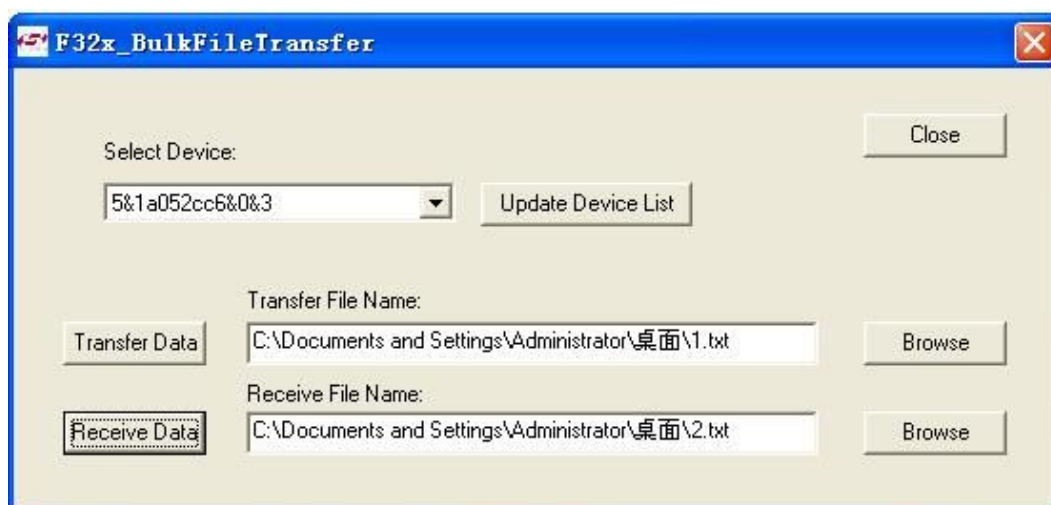

图 4-20
Step6: 添加文件 2*TXT 然后点击“Receive data”如图 4-20 所示（此两步必须按照顺序操作）